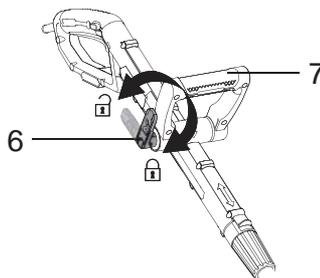

Fig. 6
- > Serrez le boulon [6] en le tournant dans le sens des aiguilles d'une montre, puis verrouillez-le en abaissant le levier (Fig. 6).